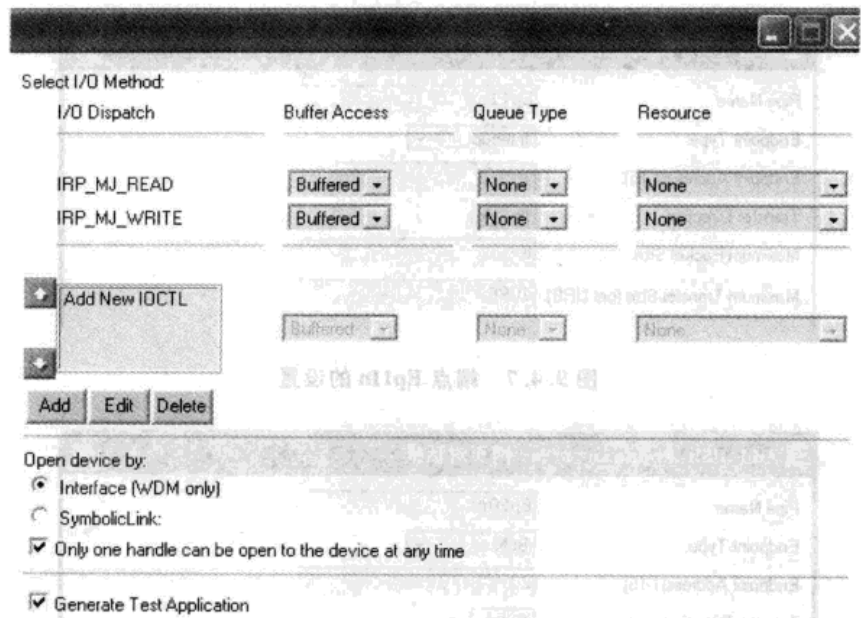

图 9.4.10 配置 I/O 管理
(7) 配置 I/O 管理，如图 9.4.10 所示。其中 IRP\_MJ\_READ 和 IRP\_MJ\_WRITE 的缓冲方式分别选择为 Buffered，这是一种比较安全的访问方式。选择不同的缓冲方式，在处理 IRP 时获取缓冲区地址的方式也不一样，具体请参看源代码以及驱动开发相关书籍。